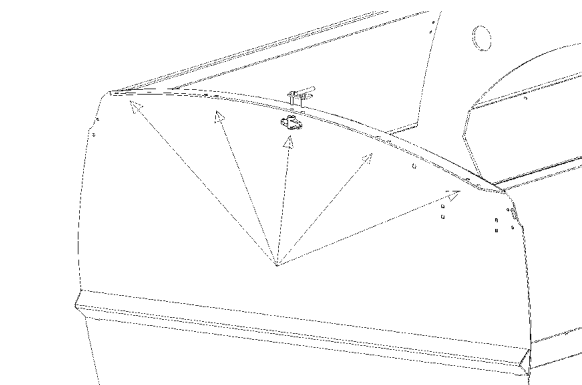

Рисунок 54 Выбор места сворачивания
1. Откройте тент надавив на усиленную кромку нажимая на замок крепления пальцем. (Рисунок 54)